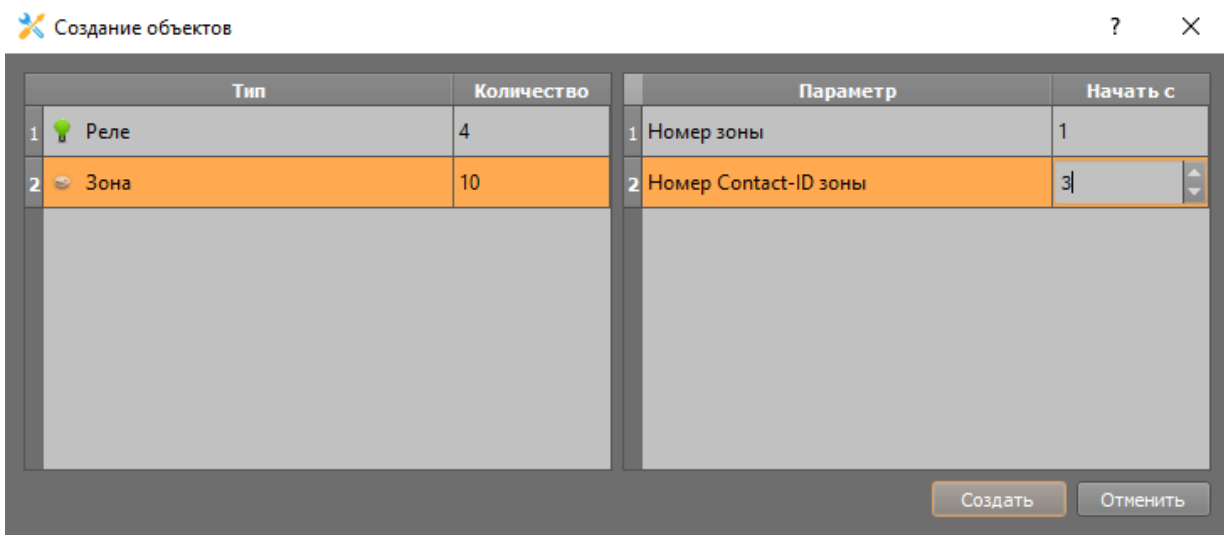

Рисунок 37 Добавление зон к прибору через мастер создания дочерних элементов
3. Под прибором создайте зоны в соответствии с используемым типом прибора (например, прибор Сигнал-10, как в примере (рис.37), может содержать не более 10 зон и 4х реле. Для создания нескольких зон и реле, целесообразно воспользоваться кнопкой создания дочерних объектов на панели свойств прибора.